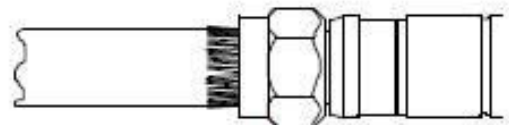

Bild 2
6. Stülpen Sie den Stecker mit der Umlaufmutter voran über das vorbereitete Kabel, um das Dielektrikum glattzustreichen (Bild 2).